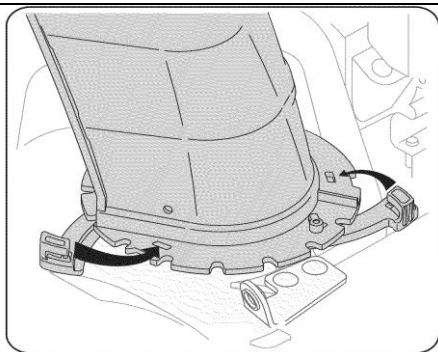

Рис. 4
5. Закройте фланцевые держатели, чтобы закрепить желоб на основании (См. Рис. 4). При надлежащей фиксации вы должны услышать от фланцевых держателей.